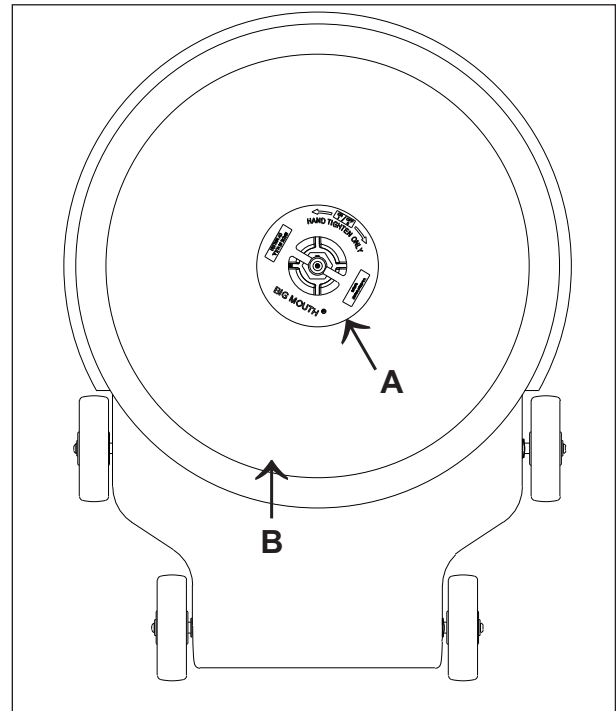

Figure 2
2. Coucher la poignée sur le sol, de façon à ce que la face inférieure de la machine soit visible. Voir figure 2.
3. Dévisser le porte-disque (A).
4. Centrer soigneusement le disque sur le porte-disque (B). Ceci est important pour éviter des vibrations et épargner une fatigue inutile à l'opérateur.
5. Revisser le porte-disque (A).